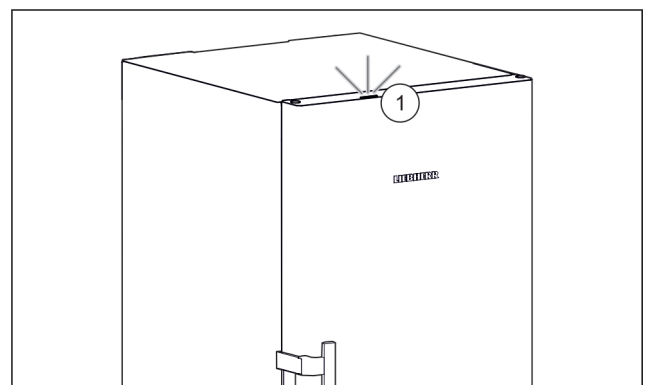

Fig. 4
Par défaut, lorsque vous mettez l'appareil en service, le voyant d'état Fig. 4 (1) est désactivé.\*